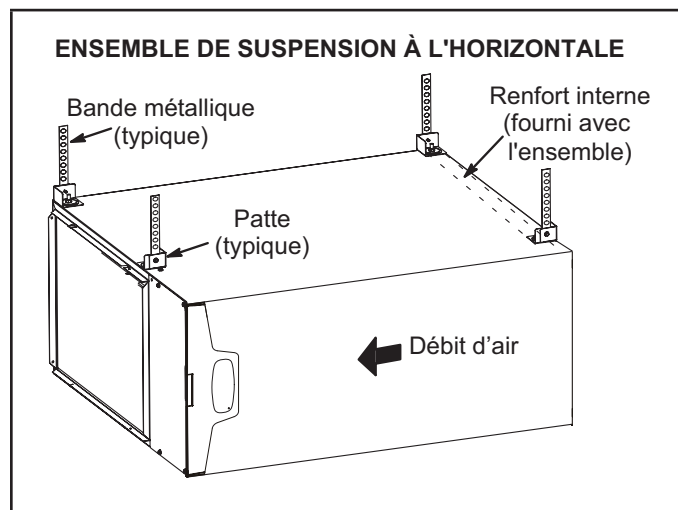

**Figure 17**
Reportez-vous à la Figure 17 pour les dégagements prescrits pour les configurations horizontales.
- 1 - Sélectionnez l'emplacement de l'unité en tenant compte des dégagements d'entretien et des autres dégagements nécessaires. Reportez-vous à Figure 17.